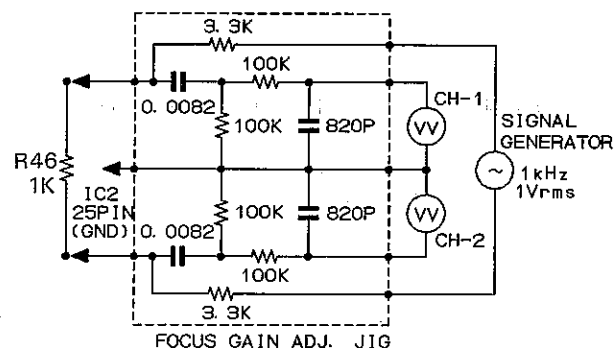

Figure 35-3
*2: Apply sine wave (Oscillation frequency 1.0 kHz, 1.0 Vrms) as shown in Figure 35-3.
*2: Eine Sinuswelle wie in Abbildung 35-3 dargestellt zuleiten (Schwingungsfrequenz 1,0 kHz, 1,0 Veff)
*2: Appliquer de l'onde sinusoïdale (fréquence d'oscillation 1,0 kHz, 1,0 Vrms) comme indiqué dans la figure 35-3.